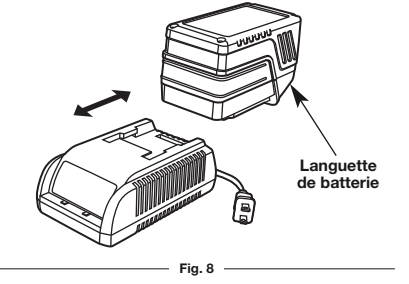

Fig. 8
3. Insérez la batterie dans le chargeur (Fig. 8).
5. La batterie peut maintenant être retirée du chargeur ou peut rester dans le chargeur, cependant, il est recommandé dans ce cas de débrancher le chargeur de la prise de courant. Pour retirer le bloc-piles, maintenir le verrou de la pile vers le bas et glisser le bloc-piles hors du chargeur (Fig. 8).